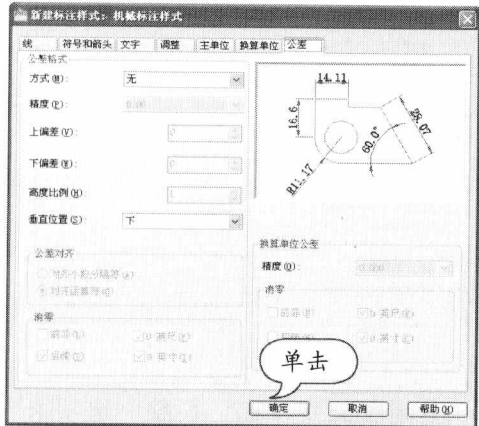

图 1-28 公差设置
STEP 08 公差设置。在“公差”选项卡中进行公差设置，然后单击“确定”按钮，如图 1-28 所示。